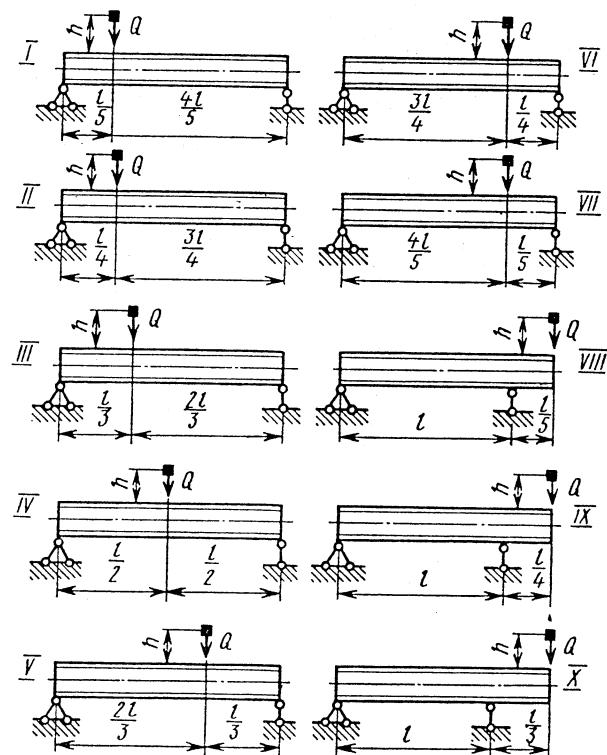

Рис. 11
**Задача 12.** На двутавровую балку, свободно лежащую на двух жестких опорах (рис. 11), с высоты  $h$  падает груз  $Q$ . Требуется: 1) найти наибольшее нормальное напряжение в балке; 2) решить аналогичную задачу при условии, что правая опора заменена пружиной, податливость которой (т. е. осадка от груза 1 кН) равна  $\alpha$ ; 3) сравнить полученные результаты. Данные взять из табл. 11.